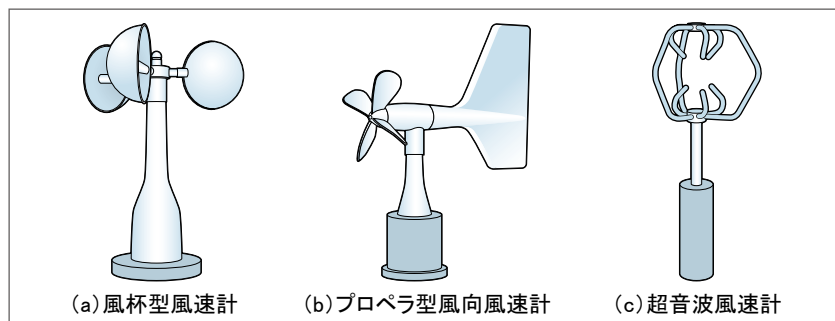

図1 代表的な風速計
①風杯型風速計（図1(a)）
②プロペラ型風向風速計（図1(b)）
③超音波風速計（図1(c)）